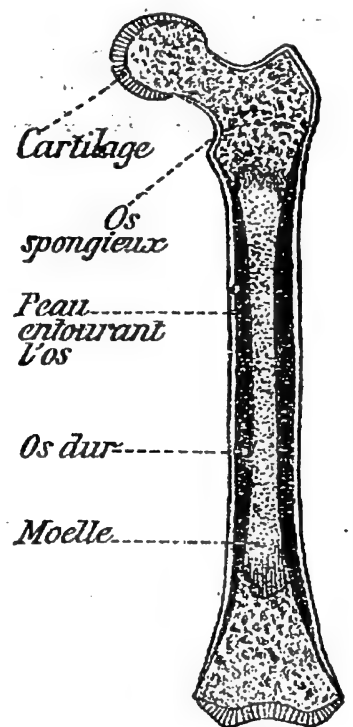

Fig. 3. — Un os scié en long.
**4. Un os frais scié en long.** — Examinons un os frais, de bœuf ou de mouton, scié en long (*fig. 3*) : il est creux au milieu et la cavité est remplie d'une matière molle, rouge, qui devient grise à la cuisson : c'est la *moelle*.